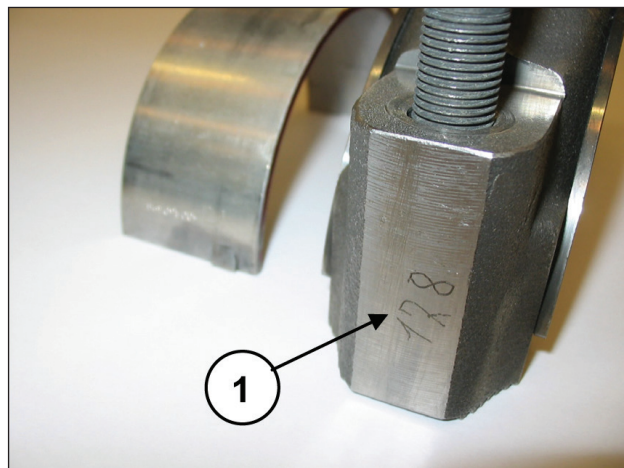

图 19
为了避免可能出现的错误, 连杆帽和半连杆在一侧有编号 (①, 图 19)。